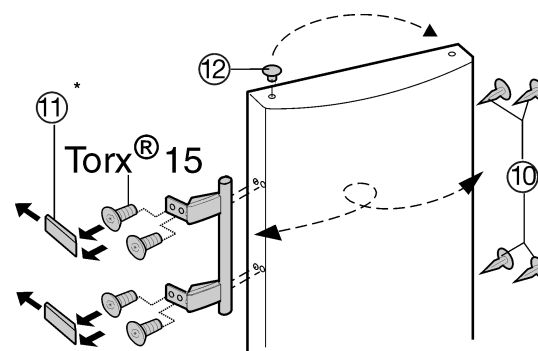

Fig. 6
- ▶ Lyft ur och flytta pluggen Fig. 6 (12) från dörrlagerbussningen.
- ▶ Demontera handtag, pluggar Fig. 6 (10) och tryckplattor Fig. 6 (11) och flytta dem till motsatta sidan.